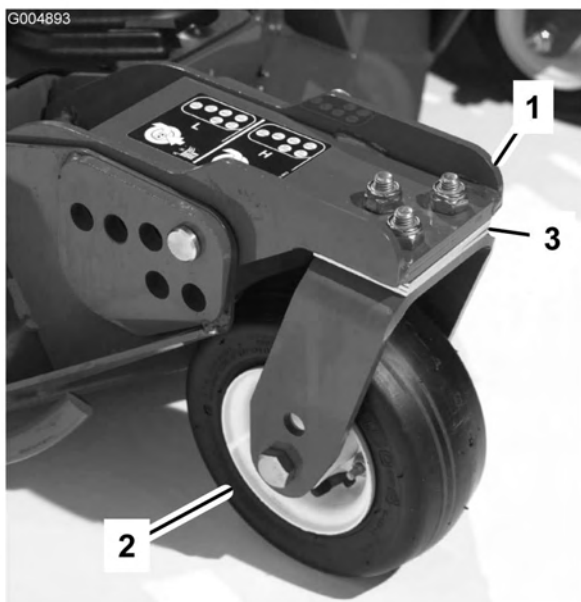

Figura 76
1. Togliete le viti a testa cilindrica e i dadi che fissano il braccio della ruota orientabile alla forcella (Figura 76).